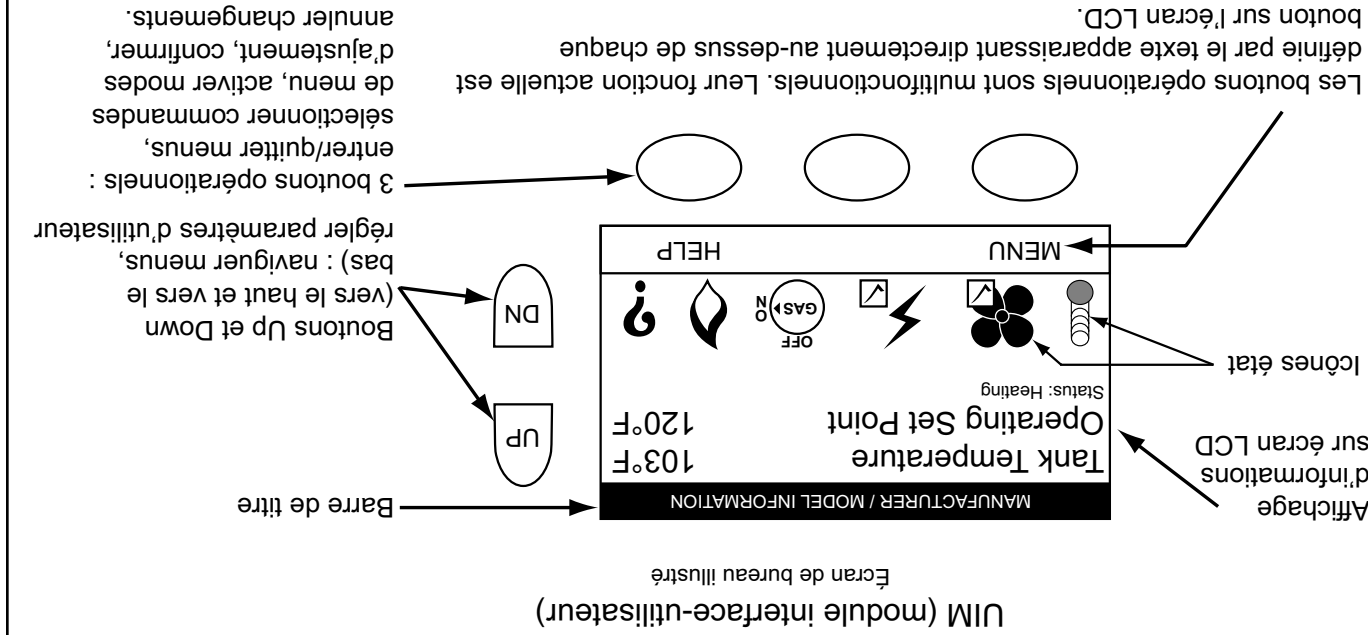

FIGURE 39.
Tous les paramètres d'information opérationnelle et d'utilisateur sont affichés et accédés à partir de l'UIM. L'UIM abrite l'écran LCD (affichage à cristaux liquides) du système de commande et cinq boutons d'entrée utilisateur à action instantanée (à rappel); un bouton vers le haut, un vers le bas et trois (3) boutons opérationnels multifonctions sous le LCD, voir la Figure 39.